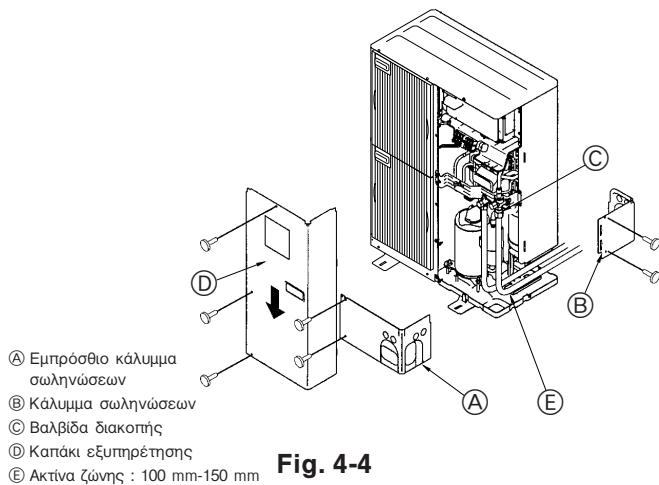

Fig. 4-4
4.3. Σωληνώσεις ψυκτικού υγρού (Fig. 4-4)